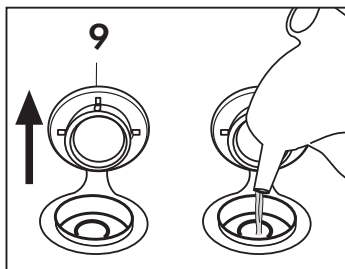

Fig. 7
Ouvrir manuellement le bouchon de remplissage de la chaudière (9); renverser la bouteille sur le trou de la chaudière et vider l'eau à l'intérieur de celle-ci. Ensuite, lorsque la chaudière est entièrement remplie, resserrer le bouchon (9) **(Fig. 7)**